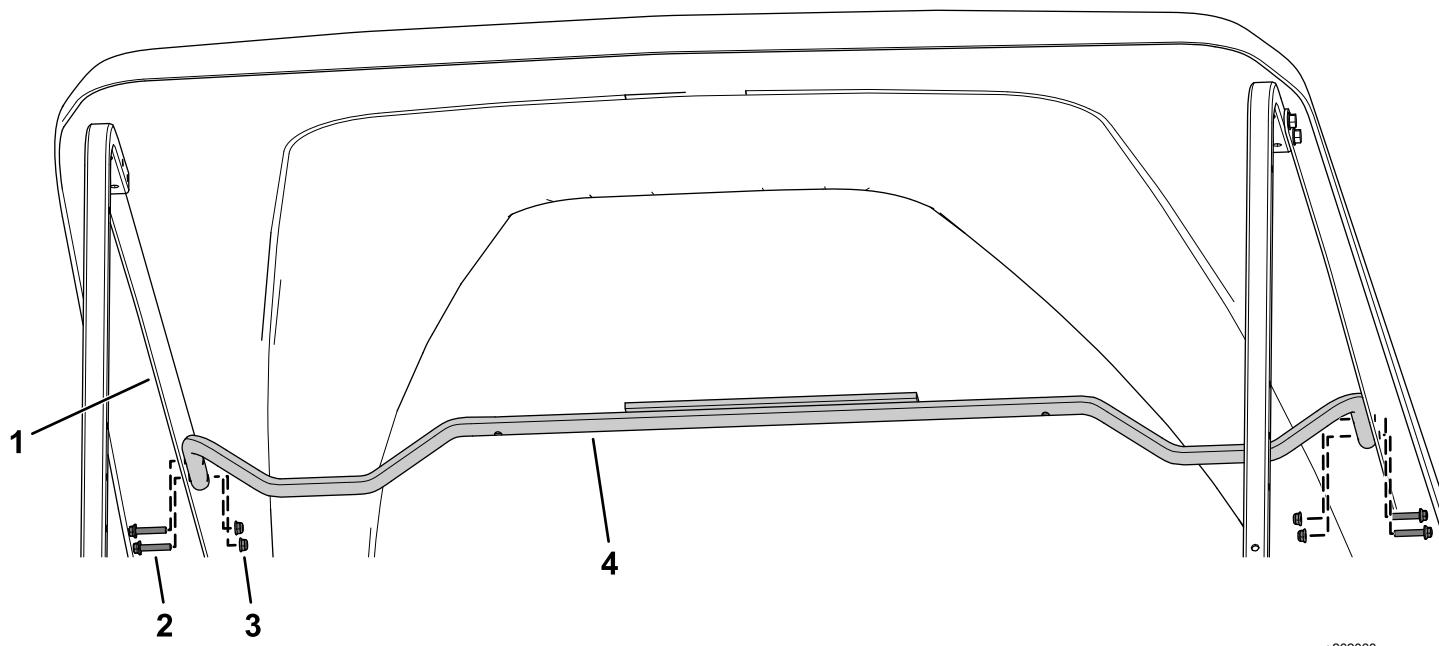

図 19
2. 長い日よけサポートブラケットに、日よけサポートを取り付けるフランジヘッドボルト $\frac{1}{4} \times 1\frac{1}{4}$ "4 本とフランジナット $\frac{1}{4}$ "で図 19 のように取り付ける。